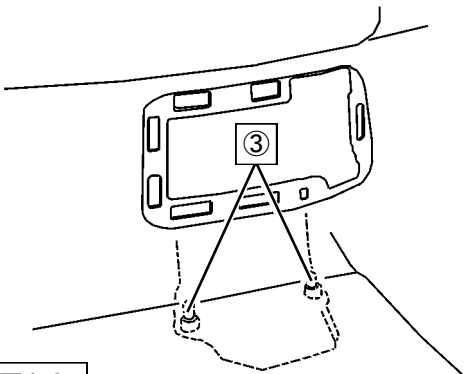

図4-2
4. ③ダンパーアッパー取付ナット（締付トルク：74N・m）を取付けてください。（図4-2）